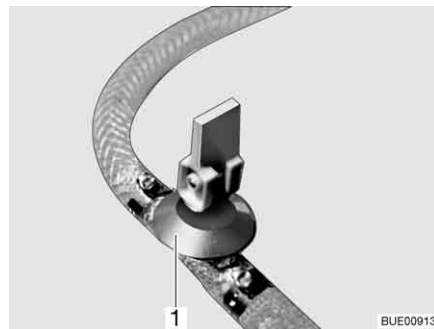
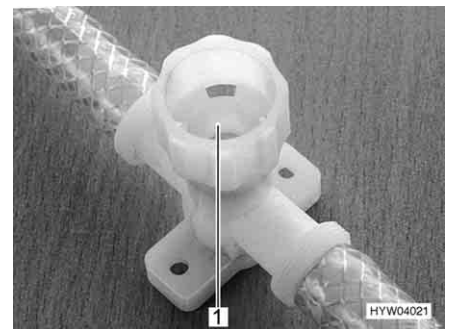

Fig. 250 Robinet de vidange (avec levier à bascule)
Fig. 251 Robinet de vidange (avec capuchon tournant)
- Ouvrir tous les robinets de vidange. Placer pour ce faire le levier à bascule (Fig. 250, 1) à la verticale ou faire tourner le capuchon du robinet de vidange (Fig. 251, 1) dans le sens inverse des aiguilles d'une montre.